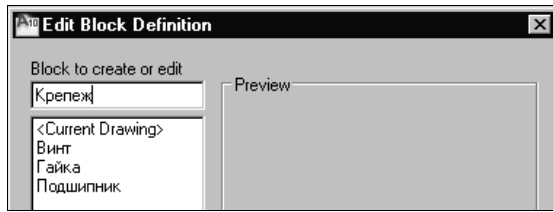

Рис. 17.19. Присвоение имени создаваемому динамическому блоку
- В появившемся диалоговом окне **Edit Block Definition** (Редактирование описания блока) (рис. 17.19) присвойте имя "Крепез" создаваемому динамическому блоку.